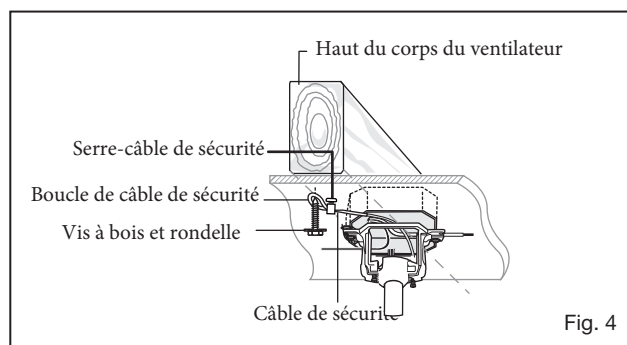

Fig. 4
REMARQUE : La languette opposée à l'ouverture du support de suspension doit s'insérer dans la fente de la rotule. (Fig. 4)
- 2 Connectez les fils conducteurs noirs de l'interrupteur du berceau A aux fils noirs du boîtier de l'interrupteur. Fil d'entrée sous tension vers l'un des fils de l'interrupteur du socle. Le fil d'alimentation du ventilateur est connecté au fil restant de l'interrupteur. (Fig. 4)
Un flux d'air VERS LE HAUT déplace l'air plus chaud hors de la zone du plafond, comme illustré à la Figure 4. Cela vous permet de régler votre appareil de chauffage sur un réglage plus frais sans affecter votre confort.